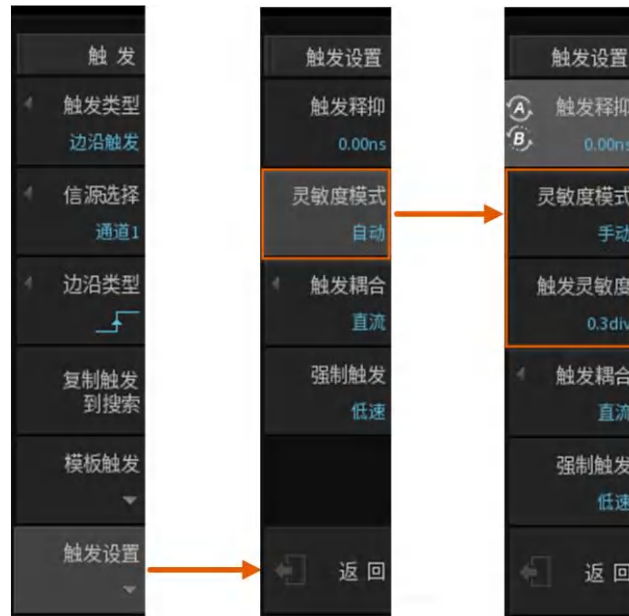

图 10.18 触发灵敏度设置
- 【灵敏度模式】分为“自动”和“手动”，如果是“手动”触发灵敏度则需要配置触发灵敏度大小，具体有 0~1.5div，步进为 0.1div，不同幅度的波形需要设置不一样的灵敏度，幅度越小要设置的灵敏度值就越小，相关菜单如图 10.18 所示。用户可配置触发灵敏度的大小为相对每格电压的比例，例如 0.3div 即 1 格电压的 30%。